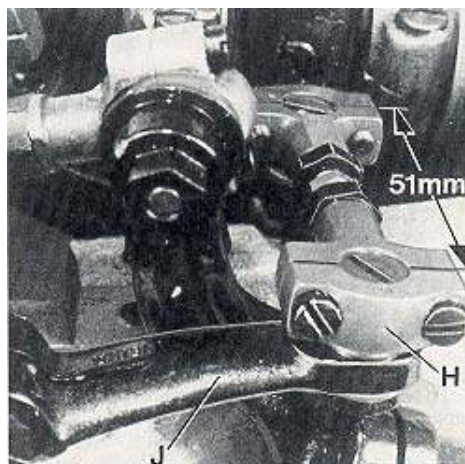
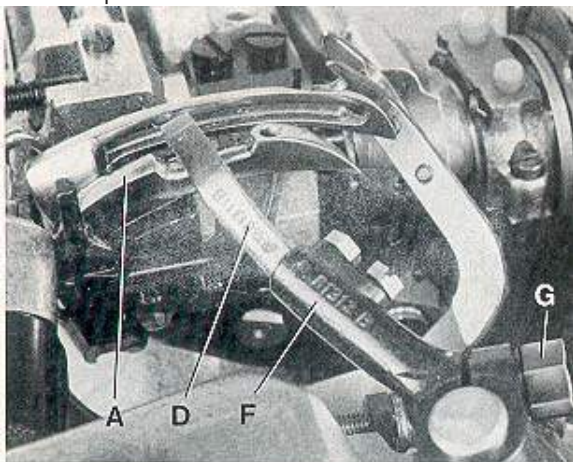
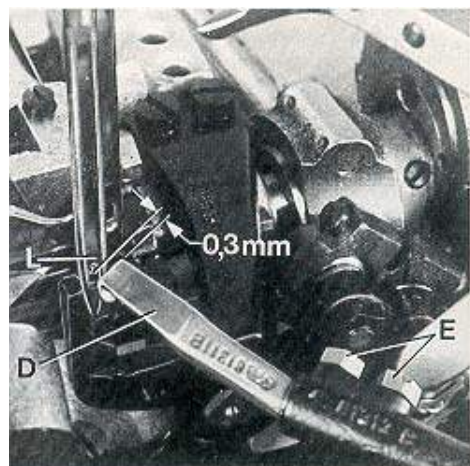

Fig.13
Fig.14
Fig.15
The distance (set at the factory) from center to center of the two ball joints driving the cross looper should be 51 mm (2") (see Fig. 13).
Basically the front ball joint (H, Fig. 13) should be positioned as far as it will go to the left in the fastening slot of the cross looper drive lever (J).
When rotating the handwheel in operating direction cross looper (D, Fig. 14) should swing as close as possible in the recess behind the eye over the double locked stitch looper (A) without contacting it.
At the left end of its swing motion cross looper (D, Fig. 15) must be positioned so that the left needle (L) securely stitches into the thread loop hanging around the hook of cross looper (D). In front of the left needle the cross looper should pass in a distance of 0.3 mm (.012") (see Fig. 15).
La distancia (de fábrica) del centro de las dos articulaciones esféricas que manejan el looper cruzado debe ser de 51 mm (Ver Fig. 13).
La articulación esférica frontal (H, Fig. 13) debe quedar lo más lejos posible a la izquierda de la ranura de seguridad de la palanca del looper cruzado (J).
Girando el volante en dirección de operación el looper cruzado (D, Fig. 14) debe moverse lo más cerca posible del espacio detrás del ojo del looper para doble puntada de seguridad (A) pero sin tocarlo.
Al final izquierdo de su recorrido, el looper cruzado (D, Fig. 15) debe estar posicionado de manera tal que la aguja izquierda (L) forme la puntada en el lazo del hilo guindando alrededor de el gancho retenedor del hilo del looper cruzado (D). El looper cruzado debe pasar frente a la aguja izquierda a una distancia de 3 mm (Ver Fig. 15).
After loosening the two screws (E, Fig. 15) the 0.3 mm (.012") distance to the left needle is adjustable. Retighten screws on the flat of the cross looper shank.
After loosening clamp screw (G, Fig. 14) cross looper lever (F) can be raised or lowered for setting the height of cross looper (D) with respect to the double locked stitch looper (A) and it can be tilted to the right or left for adjusting the swing motion of the cross looper with respect to the left needle. Retighten clamp screw.
If required the length of the path of the cross looper swing motion can be reduced by positioning ball joint (H, Fig. 13) to the right in the fastening slot of the cross looper drive lever (J).
Después de aflojar los dos tornillos (E, Fig. 15) la distancia de 0,3 mm de la aguja izquierda es ajustable. Apriete los tornillos en la parte plana del tronco del looper cruzado. Después de aflojar el tornillo de sujeción (G, Fig. 14) la palanca (F) del looper cruzado se puede subir o bajar como sea necesario para ajustar la altura del looper cruzado (D) con respecto al looper cruzado para doble puntada de seguridad (A) y puede ser movido a la derecha o izquierda para ajustar el movimiento del looper cruzado con respecto a la aguja izquierda. Apriete el tornillo de sujeción. De ser requerido, se puede reducir el largo del movimiento del looper cruzado colocando la conexión esférica (H, Fig. 13) a la derecha de la ranura de seguridad de la palanca del looper cruzado (J). Asegúrese cuando realice estos ajustes que el looper cruzado no interfiere con la parte de la plancha de aguja o alguna parte de la máquina.